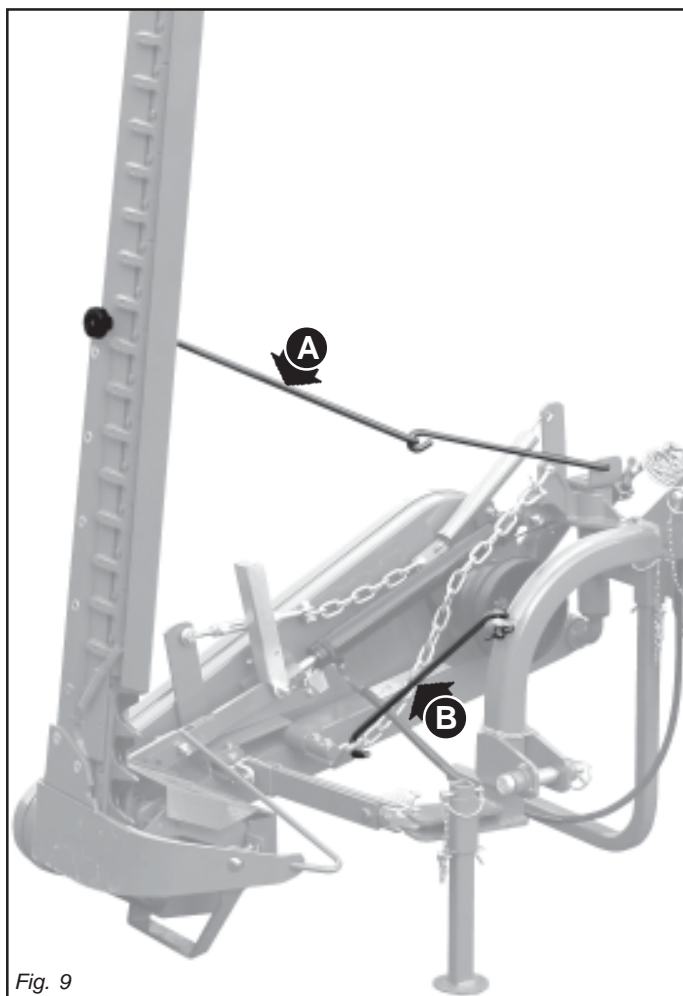

Fig. 9
- 34) Lors du transport, fixez les barres de relevage par les chaînes et tendeurs; soulever la barre de coupe; accrochez-la au moyen du tirant (A, Fig. 9); mettez aussi le crochet de sécurité (B, Fig. 9); couvrez les lames de coupe et le sabot extérieur au moyen des protections; soulever la faucheuse; mettez le levier de commande du relevage hydraulique en position de blocage.